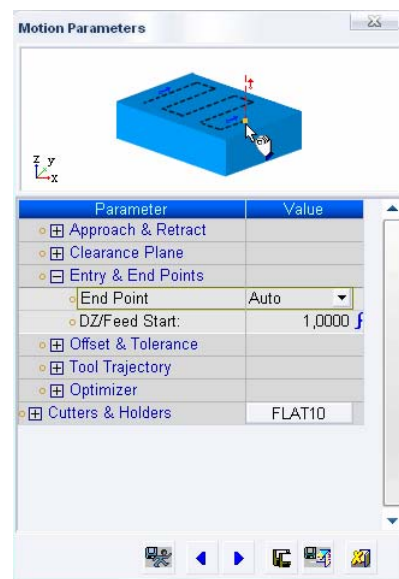

Рисунок 29 - Параметры точек входа и выхода инструмент
- точек входа и выхода (рисунок 29);